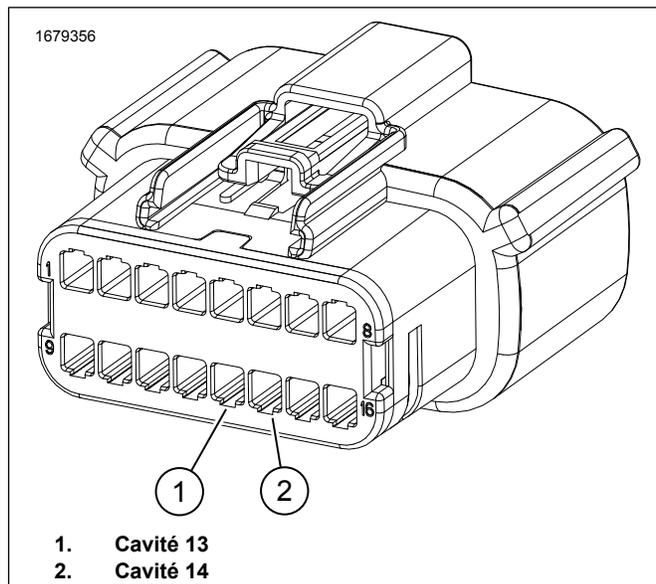

Figure 3. Connecteur 16 broches C288_1
4. Voir la figure 3. Retirer les fiches des connecteurs 13 et 14 de la cavité [C288B_1].